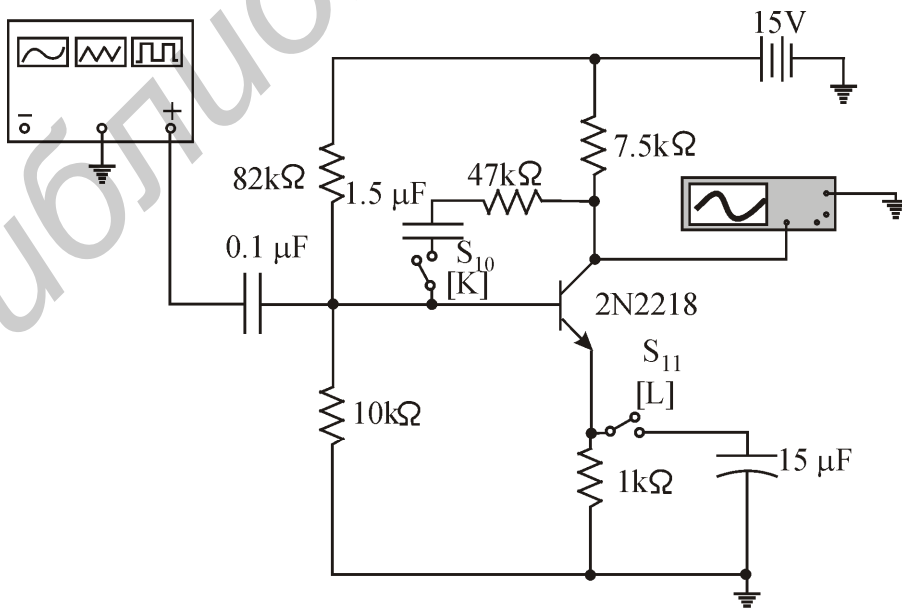

Рис.1.12. Усилитель с общим эмиттером
5.1. Ключом S_{10} (рис. 1.12) разорвите цепь отрицательной обратной связи по напряжению, ключом S_{11} отключите конденсатор в эмиттерной цепи. Определите значение